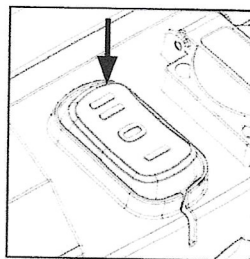

FIG. 2
- Apasați comutatorul în poziția II - Aspiratorul este în așteptare. (Fig. 2)